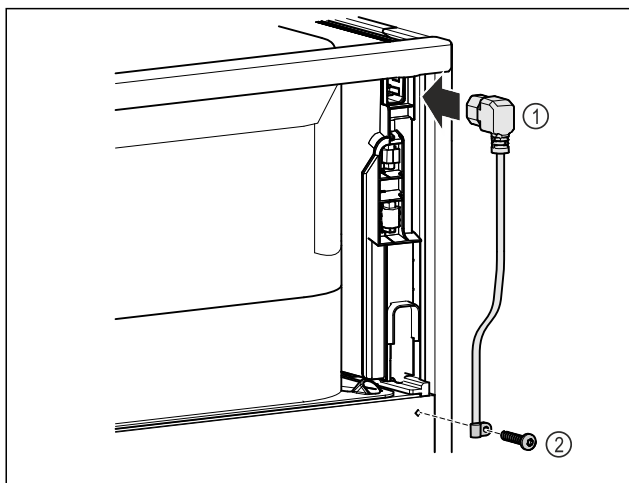

Fig. 11
- ▶ Netsnoer Fig. 11 (1) in de koudapparaatbus aan de achterkant van het apparaat steken.
- ▶ Trekontlasting monteren. Fig. 11 (2)